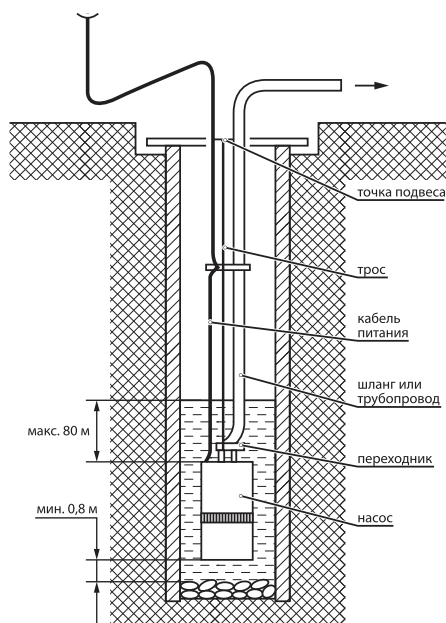

Рис. 4
7. Опустить электронасос в воду и закрепить трос над скважиной, колодцем и т.п. Насос должен быть расположен не менее чем в 80 см от дна и 50 см от поверхности воды (см. схему установки насоса, представленную на рис. 4).